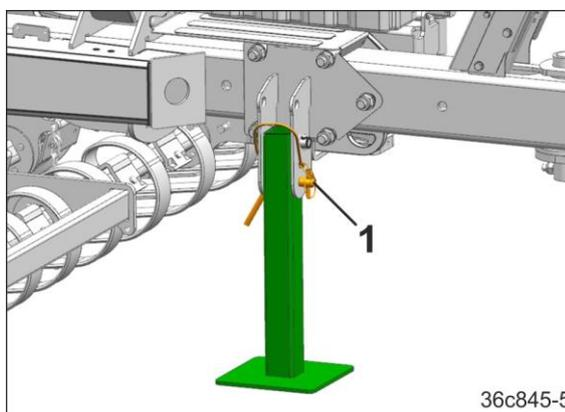

Fig. 202
14. Den Bolzen (Fig. 202/1) entfernen.